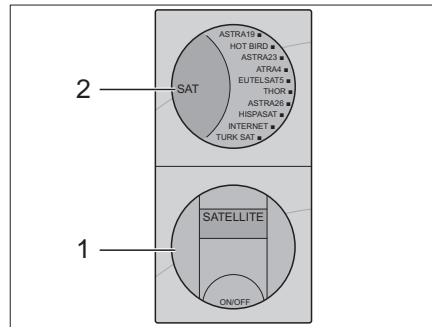

Bild 24 Panel Menü Verbraucher (Variante 2)
- Satellitenanlage über den ON/OFF Knopf (Bild 24,1) einschalten. Die Satellitenanlage fährt aus und sucht automatisch den eingestellten Satelliten.
- SAT Taste (Bild 24,2) drücken, um einen der 10 gespeicherten Satelliten auszuwählen.
- Taste ON/OFF (Bild 24,1) drücken. Die Satellitenanlage wird eingefahren und das Fernsehgerät ausgeschaltet.